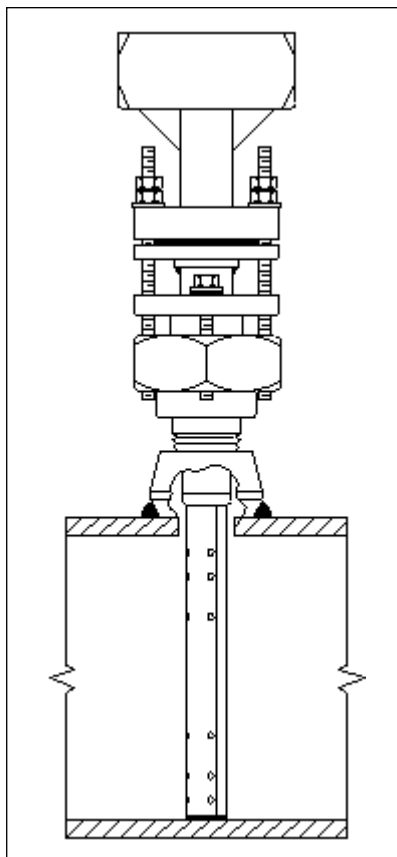

Abbildung 7. Eingebauter V150
6.1 Der Verabar® ist nun ordnungsgemäß eingebaut (Abbildung 7).